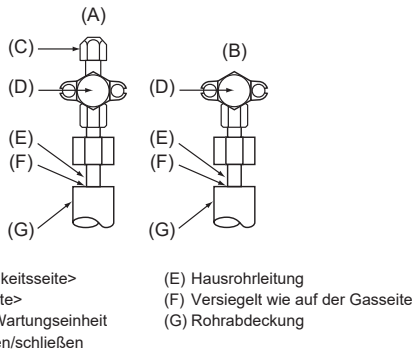

Abb. 4-4
4.4. Verfahren zum Prüfen der Rohre auf Dichtigkeit (Abb. 4-4)